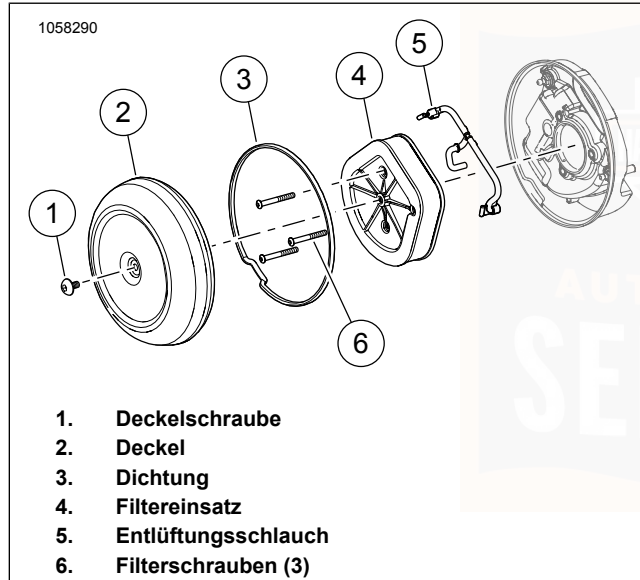
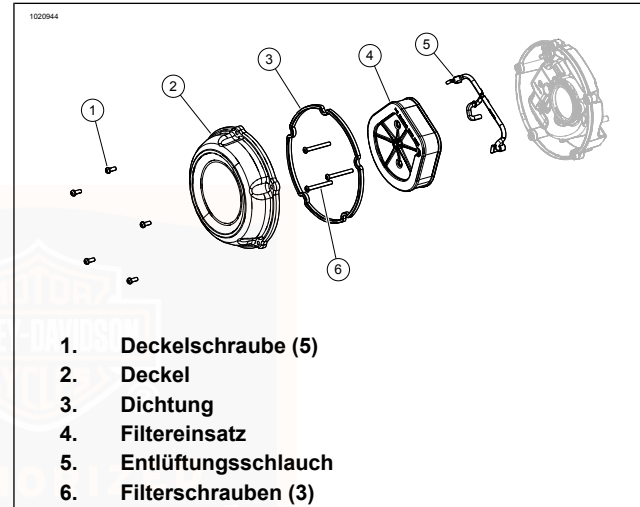

Abbildung 68. Luftfilter: Einzelne Schraube
Abbildung 69. Luftfilter: Fünf Schrauben
1. Siehe Abbildung 68 oder Abbildung 69 . Die Luftfilterabdeckung entfernen.
- a. Die Schrauben (1) entfernen.
- b. Den Deckel (2) entfernen.
- a. Die Schrauben (6) entfernen.
- b. Filtereinsatz (4) entfernen und dabei den Entlüftungsschlauch (5) aus dem Filtereinsatz ziehen.
3. Entlüftungsschlauch (5) von den Entlüftungsschrauben entfernen.
1. Siehe Abbildung 68 oder Abbildung 69. Den Luftfiltereinsatz anbringen.
- a. Den Entlüftungsschlauch (5) auf den Entlüftungsschrauben anbringen.
- b. Filtereinsatz (4) anbringen und dabei den Entlüftungsschlauch in den Filtereinsatz einführen.
- c. Die Schrauben (6) anbringen. Festziehen. 5,4–8,1 N·m (48–72 **in-lbs**)
2. Sicherstellen, dass die Gummidichtung (3) ordnungsgemäß angebracht und unbeschädigt ist. Bei Bedarf austauschen.
- a. LOCTITE 243 MEDIUM STRENGTH THREADLOCKER AND SEALANT (BLAU) (99642-97) auf die Schraubengewinde (1) auftragen.
- b. Die Abdeckung (2) anbringen.
4. Die Schraube (1) anbringen.
- b. **Abdeckung mit fünf Schrauben:** Die Schrauben (1) anbringen. Sternförmig anziehen. 5,4–8,1 N·m (48–72 **in-lbs**)